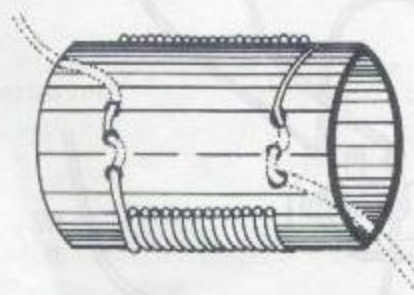

Fig. A39
**Paso 2:** Asegure un extremo del alambre en un sitio cercano al borde de la formaleta para la bobina y empiece a enrollar las vueltas o espiras de alambre de tal manera que queden muy juntas entre sí pero sin montarse una sobre otra. Cuando termine las 140 vueltas, asegure el terminal final como se muestra en la figura A39.